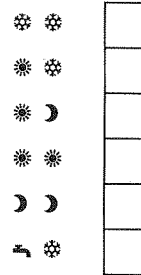

Abb. 6.4
- b) Der Pfeil der Programmwahltaste „➤“ steht in der Anzeige neben den Betriebszustandsymbolen. Momentan vorhandenen Betriebszustand bitte in Abb. 6.4 ankreuzen.